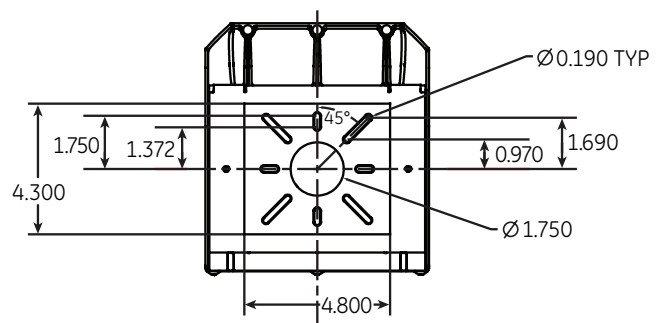

Figura 4: Placa/caja de montaje instalada
- Para superficies irregulares (bloques, ladrillos, etc.), calafatee la placa de pared o la caja de montaje a la interfaz de la superficie con sellador genérico que no se endurezca (no se le proporciona) a través de la parte superior y en ambos lados (figura 4).